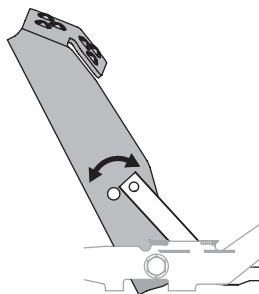

Figura 33
3. Ubique el pedal en la posición óptima según la preferencia del usuario (Figura 33).